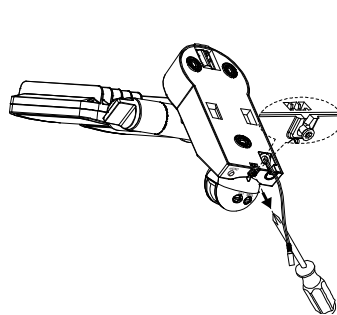

Figura 1
- Afloje el tornillo (Figura 1) del soporte de pared